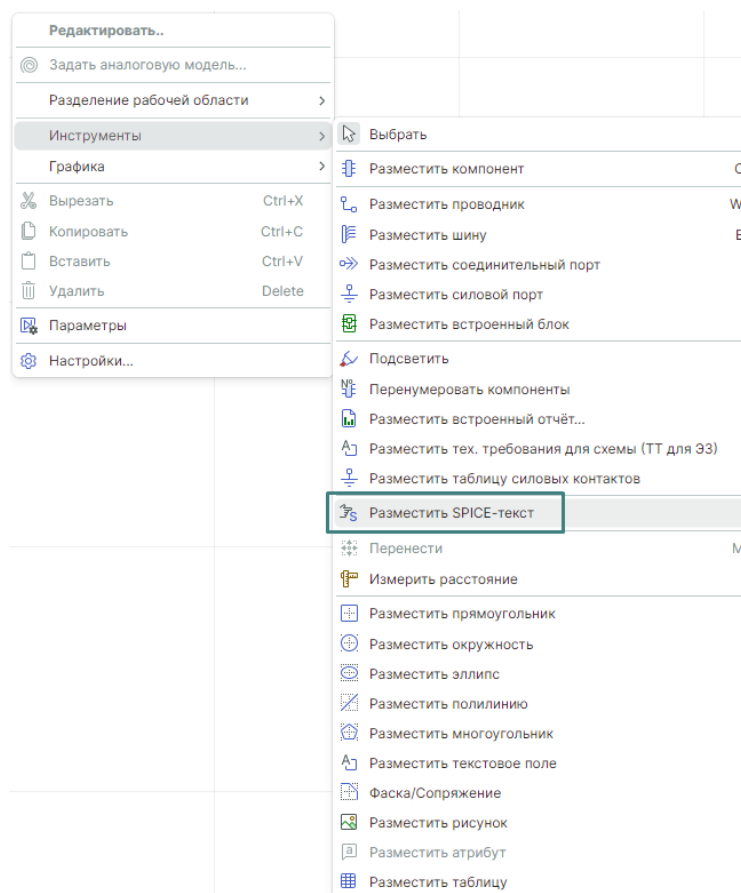

Рис. 35 Добавление объекта SPICE-текст с помощью контекстного меню
3. Через вызов контекстного меню на схеме → «Инструменты» → «Разместить SPICE-текст», см. Рис. 35.